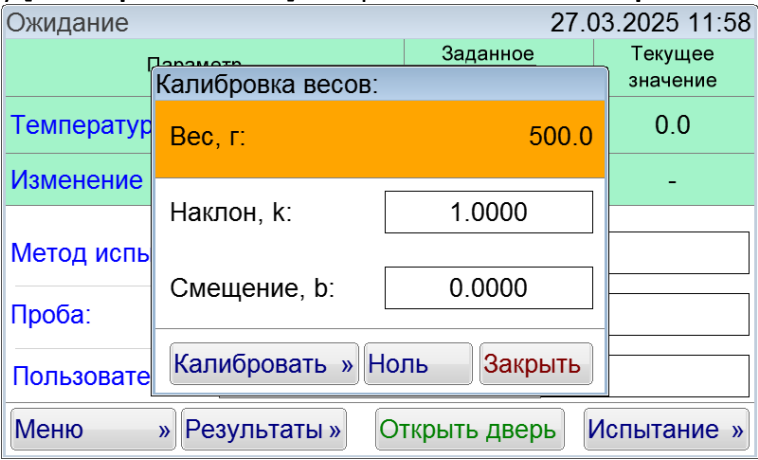

Рисунок 48 – Окно «Калибровка весов»
5.10.4 Нажать кнопку **[Калибровка весов]**. Откроется окно «Калибровка весов» (см. рисунок 48).